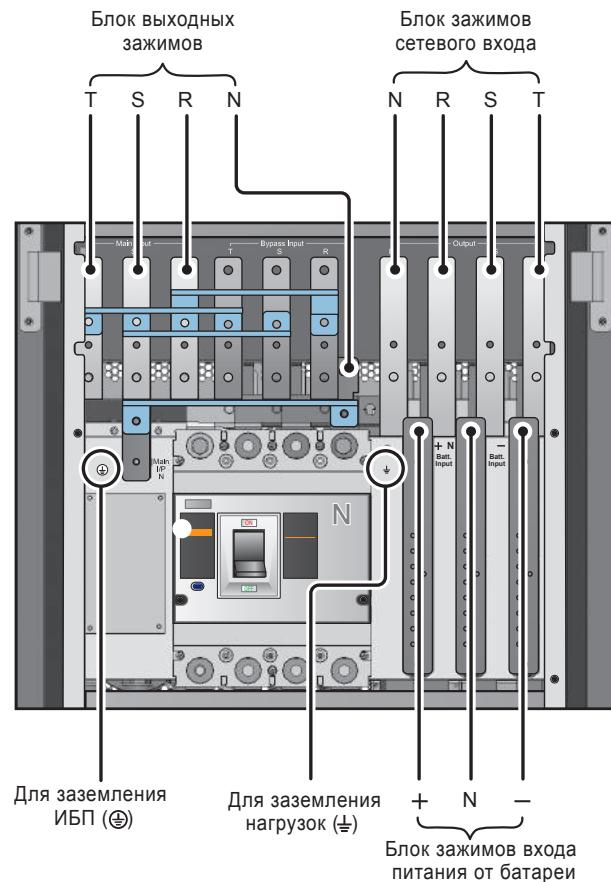

Рис. 5-9. Схема подключения в конфигурации с одним входом (одиночный ИБП)
- Подключите кабели электросети переменного тока, нагрузки и внешнего батарейного кабинета к соответствующим зажимам ИБП См. **Рис. 5-9.**
- Подключите кабели электросети переменного тока, нагрузки и внешнего батарейного кабинета к соответствующим зажимам ИБП См. **Рис. 5-9**.